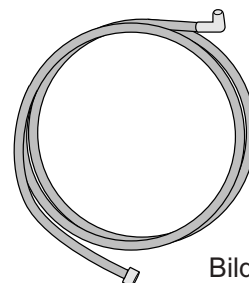

Bild 10
- An die Rückspül-Vorrichtung wird das 1/2" PE-Rohr (Bild 10) angeschlossen. Anschluss Rückspül-Vorrichtung 1/2" IG. PE-Rohr durch das Leerrohr in den Technikraum ziehen.